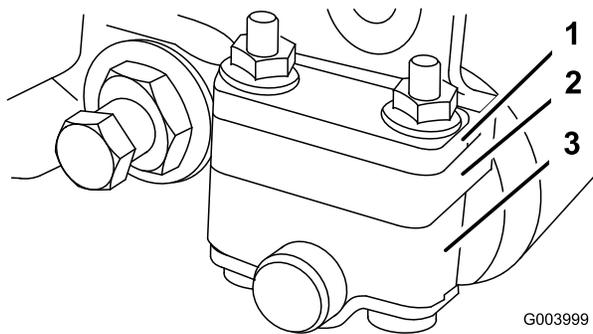
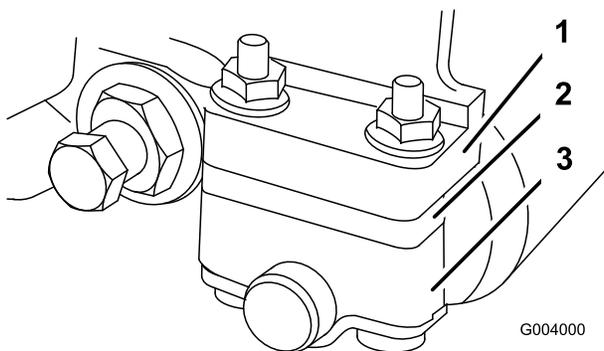

図 55
図 56
1. 使用する刈高範囲に合わせて後ローラ・ブラケットの取り付け位置を上位置または下位置に変更する (図 55 and 図 56).
- ・ 刈高範囲が 3～25.4 mm の場合は、スペーサを、取り付けフランジの下にセットする (図 56)。